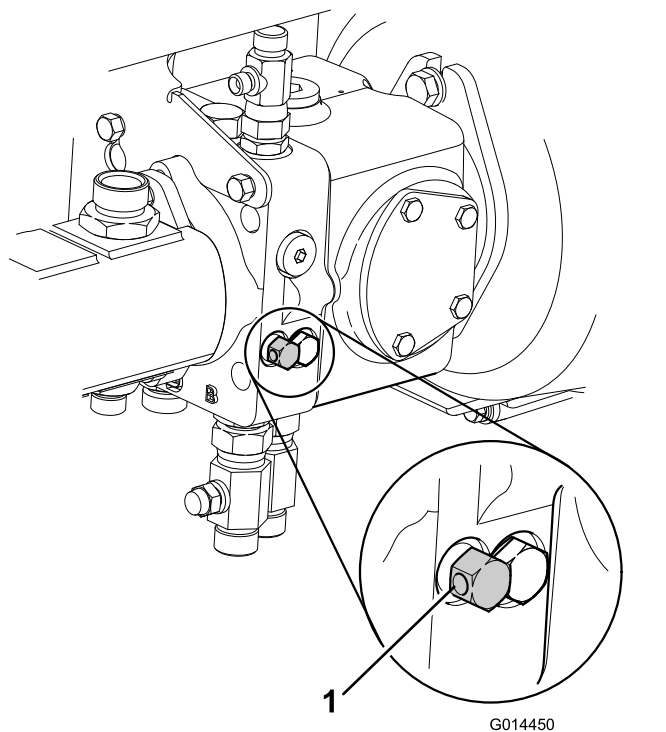

Figura 41
7. Disattivate il sistema frenante idraulico di servizio girando la valvola di bypass posta sotto la pompa della trasmissione in senso antiorario e per un massimo di tre giri (Figura 41).